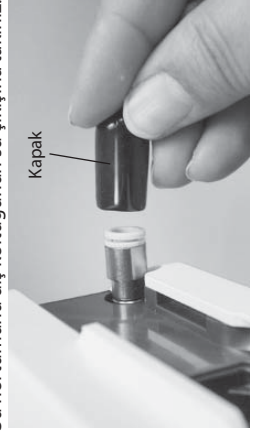

Fig.4
- 1) Şebeke suyu konnektörünün kapağını sökünüz. (Fig. 4)